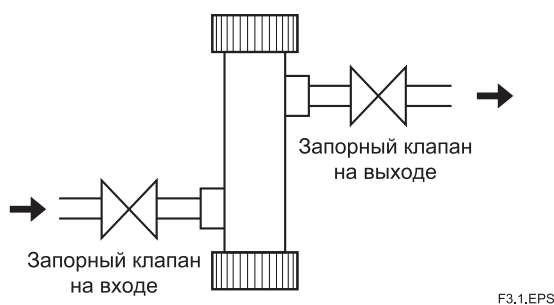

Рисунок 3.1. Управление течением через держатель проточного типа.
- (1) Закройте клапаны для перекрытия потока измеряемого раствора (см. Рисунок 3.1) – сначала входной, а затем выходной клапан в держателе проточного типа.